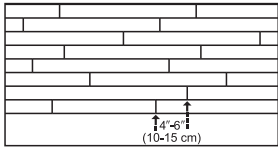

Figura 4
- Es importante alternar los extremos de las tablas en hileras contiguas a un mínimo de 4'-6" (10-15 cm) siempre que sea posible (Figura 4). Esto contribuirá a lograr una apariencia general más favorable del piso.
- Las uniones de extremo de las planchas adyacentes deben escalonarse un mínimo de 6" (10-15 cm) cuando sea posible, para lograr una apariencia general favorable (Figura 4).
- Compruebe que exista un encaje ajustado entre todos los bordes y extremos de cada plancha. Las uniones de extremo de las planchas adyacentes deben escalonarse 6” (10-15 cm) cuando sea posible, para lograr una apariencia general favorable (Figura 4).